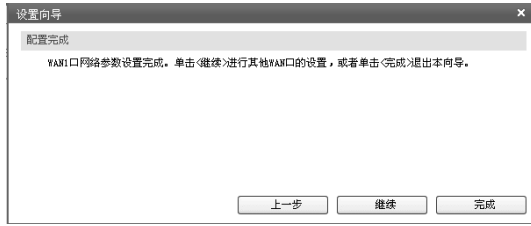

图4-13 配置完成
7. 连接成功后会出现配置完成界面，如图4-13所示。单击“完成”退出设置向导，或者单击“继续”进行其他WAN口的设置（单WAN口企业VPN路由器则直接单击“完成”退出设置向导）。